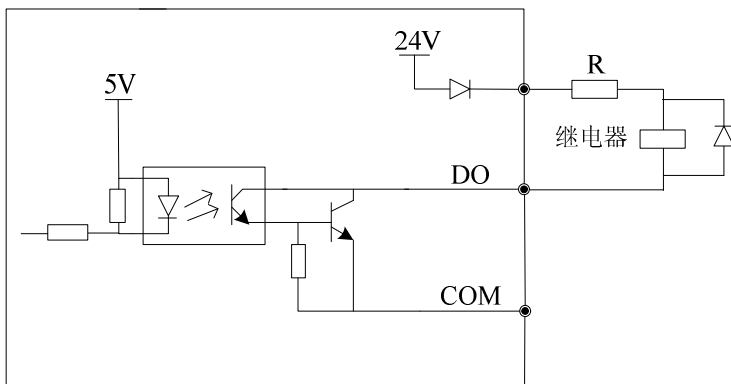

图 2-26 多功能输出端子开关量输出接线方式1
1) 多功能输出端子DO作为开关量输出时可使用变频器内部的24V电源，接线方式请参见图2-26